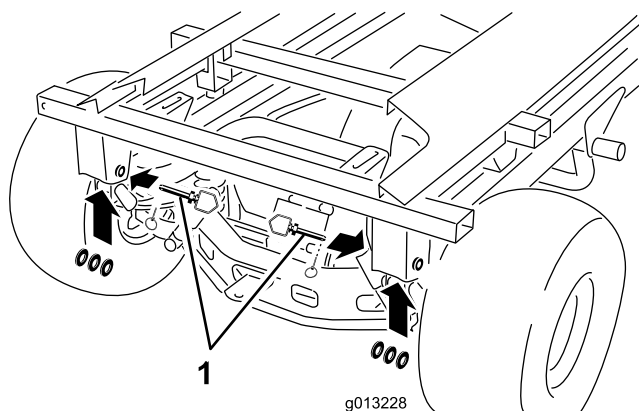

Bild 52
10. Entfernen Sie die hinteren Klappstecker, Anbauvorrichtungsstifte und Scheiben (**Bild 52**).